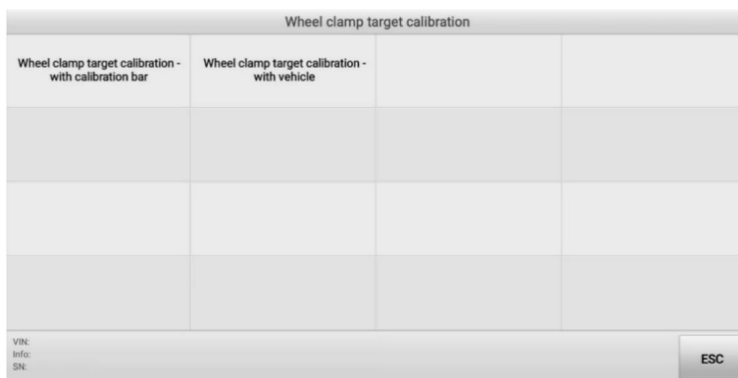

Figura 4-26 Seleziona metodo di calibrazione
2. Selezionare **Calibrazione target morsetto ruota — con veicolo**. Fare riferimento alla Figura 4-26 Selezionare Metodo di calibrazione per i dettagli.